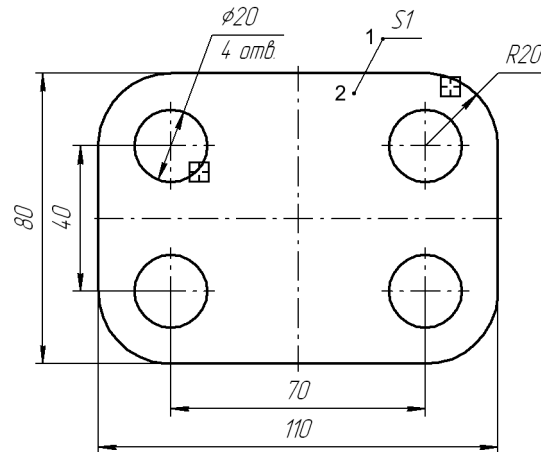

Рис. 15.12. Чертеж детали с проставленными размерами
- 5.2. В ответ на запрос системы **Укажите точку, на которую указывает линия-выноска, или введите ее координаты** щелкните в точке 2 (рис. 15.12).